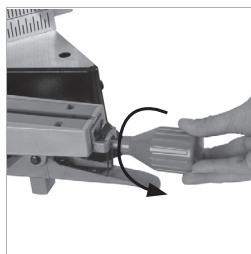

Fig. 30
- Afloje el pomo de bloqueo de inglete (**Fig. 30**) girándolo en sentido antihorario.